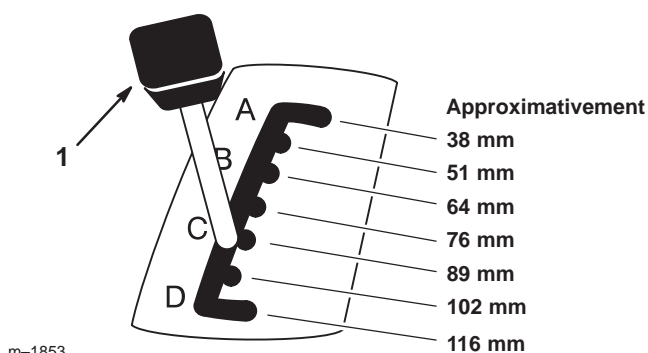

Figure 22
2. Tirez le levier de hauteur de coupe et sélectionnez la position souhaitée (Fig. 22).